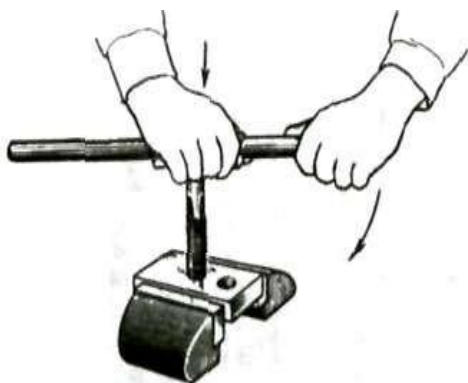

Рис.2
- смазать рабочую часть первого (чернового) метчика маслом и вставить его заборной частью в отверстие строго по его оси (Рис.2).